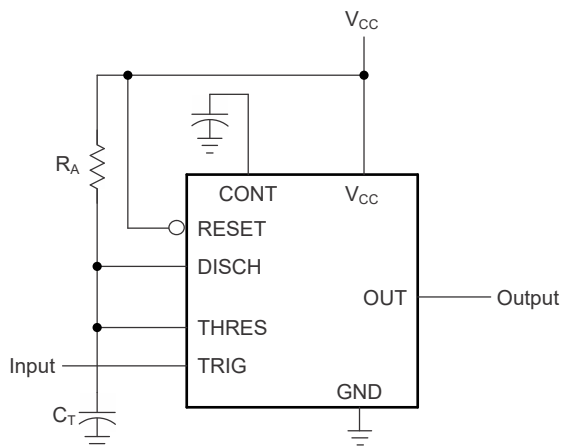

図 6-2. モノステーブル動作回路
- (1) 最小値または最大値として示されている条件については、「推奨動作条件」で指定されている適切な値を使用します。
(2) 指定された値は、図 6-2 と同様のモノステーブル回路のデバイスのものであり、次の成分値を使用します。 $R_A = 2k\Omega \sim 100k\Omega$, $C_T = 0.1\mu F$ 。
モノステーブル動作で、いずれかのタイマを接続する方法を図 6-2 に示します。出力が Low の場合、負方向のパルスもトリガ (TRIG) に印加すると、内部ラッチが設定されます。出力が High になると、放電ピン (DISCH) がオープンドレインになります。 C_T コンデンサは、コンデンサの両端の電圧がスレッショルド (THRES) 入力のスレッショルド電圧に達するまで、 R_A 経由で充電されます。TRIG が High レベルに戻った場合、スレッショルド コンパレータの出力が内部ラッチをリセットします。出力が Low になると、放電ピンが Low になり、 C_T コンデンサが迅速に放電されます。
図 6-3 に示すように、2 番目の抵抗 (R_B) を図 6-2 の回路に追加し、トリガ入力をスレッショルド入力に接続すると、タイマがセルフトリガしてマルチバイブレータとして動作します。 C_T コンデンサは R_A および R_B 経由で充電され、 R_B 経由でのみ放電されます。したがって、デューティサイクルは R_A と R_B の値によって制御されます。